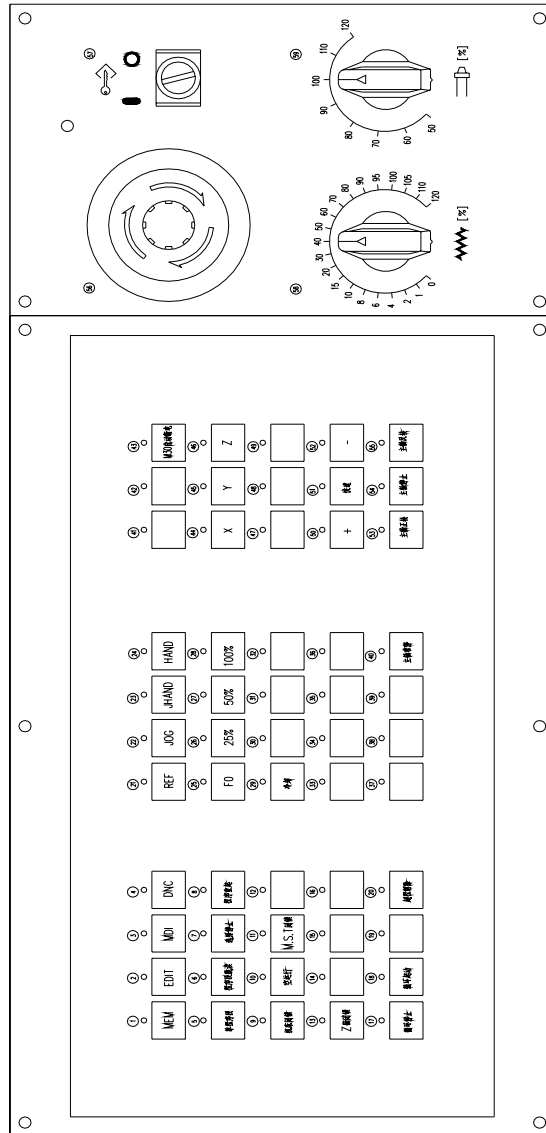

图 4 面板示意图
3.1.1 快速进给速率调整按钮（图 4 中第 25~28 项）
3.1.2 手动进给速度开关 (FEED & JOG OVERRIDE switch) (图 4 中第 58 项)
3.1.4 主轴倍率选择开关 (SPINDLE OVERRIDE switch) (图 4 中第 59 项)
JOG 方式下,按下欲运动的轴的按钮,被选择的轴会以 JOG 倍率进行移动,松开按钮则轴停止移动。(图 4 中第 44~52 项)
3.1.6 循环起动始与进给保持按钮 (CYCLE START & FEED HOLD button) (图 4 中第 17, 18 项)
3.1.7 紧急停止按钮 (EMERGENCY BUTTON) (图 4 中第 56 项)
(图 4 中第 2 项)
(图 4 中第 4 项)
(图 4 中第 3 项)
(图 4 中第 1 项)
(图 4 中第 22 项)
(图 4 中第 24 项)
(图 4 中第 21 项)
(图 4 中第 23 项)
(图 4 中第 5 项)
(图 4 中第 6 项)
(图 4 中第 7 项)
(图 4 中第 10 项)
(图 4 中第 11 项)
(图 4 中第 9 项)
(图 4 中第 13 项)
(图 4 中第 29 项)
(图 4 中第 53 项)
(图 4 中第 54 项)
(图 4 中第 55 项)
「OFF」 _____ (图 4 中第 8 项)